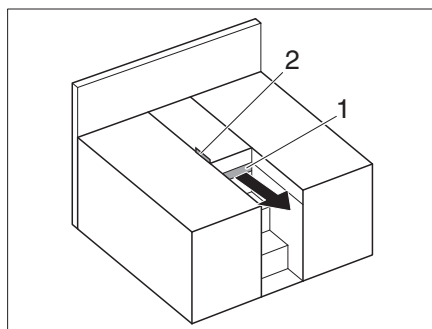

Bild 181 Einzelbetten
- Halteband (Bild 181,2) aushängen und Auszug (Bild 181,1) herausziehen.